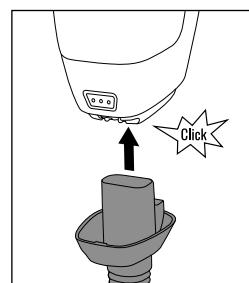

Bild 8
- ◆ Stick försiktigt in sugslangens adapter 23 i motorenheten 8 så att den klickar fast (se bild 8).